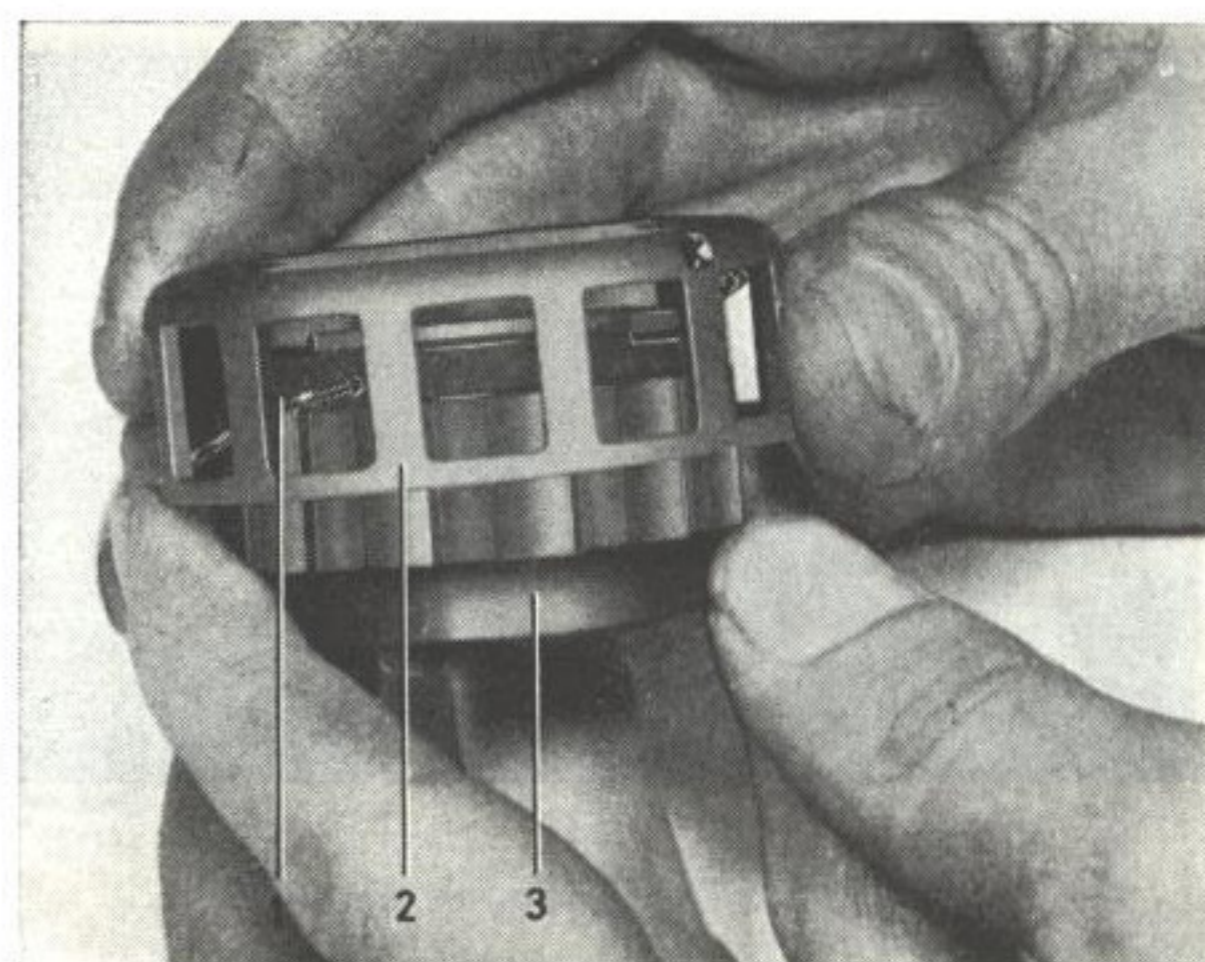

Bild 20. Hopsättning av frihjul, I
4. Montera samman frihulets nav (34), fjäder och rullhållare, se bild 20. Vrid rullhållaren medurs så långt det går och lås den i detta läge med en kil enligt bild 21. Sätt i rullarna. Lägg ett snöre eller gummiband om rullarna. Montera tryckbrickorna och därefter frihulet på sin plats i utgående axeln, se bild 22. Lägg i mäsingsbrickan enligt bild 23. Brickan fästes i tid. utf. med körslag eller med mejselspår. I sen. utf. fästes brickan med en låsring, se bild 24.